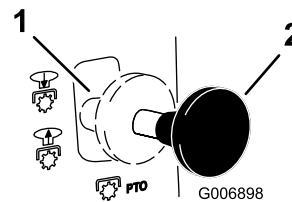

Bild 6
2. Stellen Sie den Zapfwellenantrieb (ZWA) auf „Ein“ (Bild 6).
2. Stellen Sie den Zapfwellenantrieb (ZWA) auf „Aus“ (Bild 6).
3. Stellen Sie den Zapfwellenantrieb (ZWA) auf „Aus“ (Bild 6).